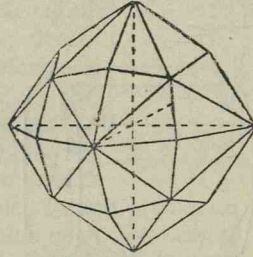

Fig. 60. Solidul cu 48 fețe.
*Solidul cu 48 fețe*, fig. 60 are înfățișarea unui cub ale cărui